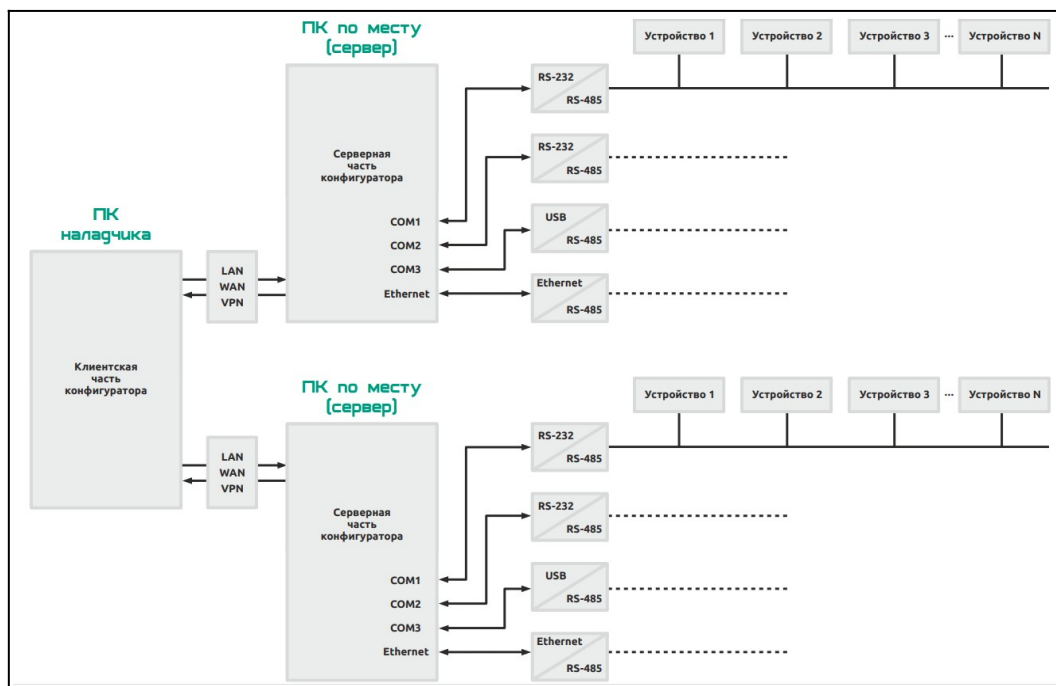

Рисунок 2
2. удаленно проводить настройку территориально распределенных устройств, посредством LAN, WAN или VPN (Рисунок 2).
При необходимости работы клиента и сервера конфигуратора в сетевом режиме (Рисунок 2), пользователю необходимо установить переключатель на пункте *Сетевой*, далее выбрать IP адрес сетевой карты, установленной на данном ПК, и нажать кнопку *Применить*.